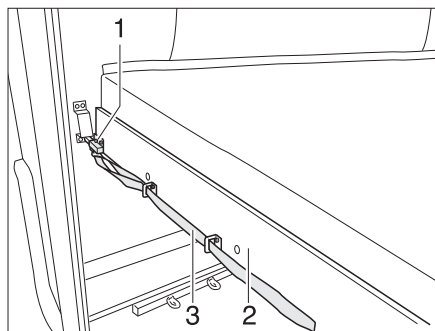

Fig. 139 Lit superposé (arrière)
- Tirer sur la boucle (Fig. 139,3) et désenclencher le verrou (Fig. 139,1).
- Tirer le sommier à lattes (Fig. 139,2) avec le matelas vers l'avant jusqu'à ce qu'il s'enclenche.